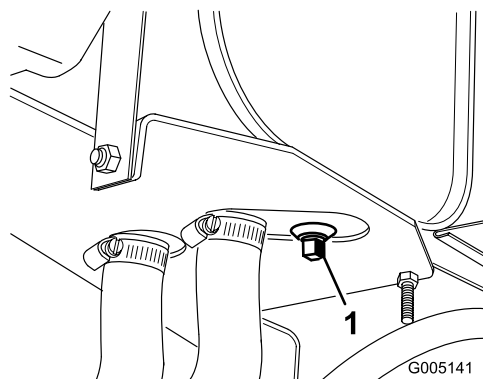

図 47
1. ドレン・プラグをタンク（図 47）から外してオイルを容器に受ける。オイルが完全に抜けたらドレン・プラグを取り付け、締めつける。